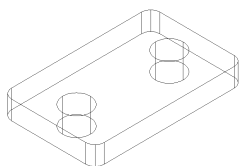

图 16-35 线框显示
- 01** 打开随书光盘中的“\素材文件\第 16 章\实例 216.dwg”文件，将图形进行二维着色，结果如图 16-35 所示。